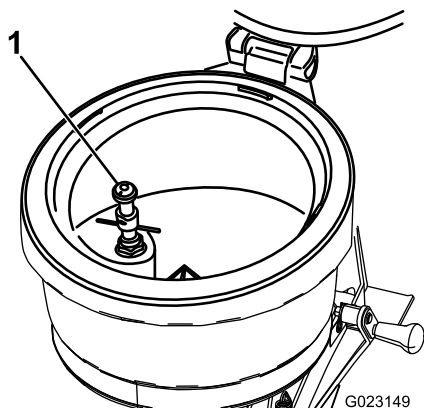

Рисунок 34
Ополаскиватель бутылей (Рисунок 34) расположен внутри бака эдуктора. Используйте ополаскиватель бутылей для удаления остатков химикатов из емкостей (бутылей). В ополаскиватель бутылей подается под высоким давлением раствор из системы опрыскивания. Емкость (бутыль) из-под химиката промывается раствором из системы опрыскивания, подаваемым в сопло ополаскивателя.
- Поместите обод емкости над ополаскивателем бутылей и нажмите вниз, чтобы открыть клапан; см. Рисунок 34 в разделе Ополаскиватель бутылей (страница 21).